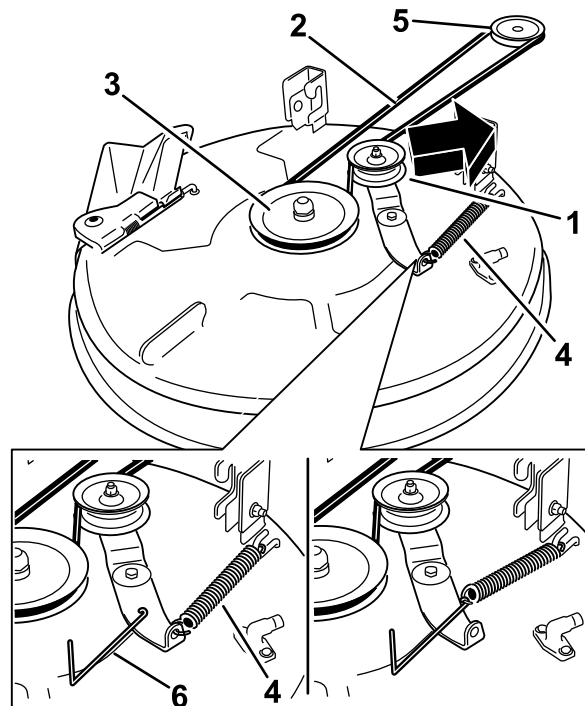
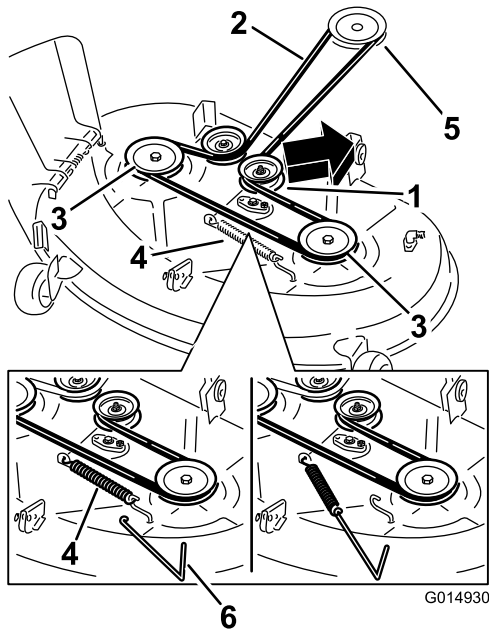

Figure 71
Figure 72
6. À l'aide d'un outil de dépose de ressort (réf. Toro 92-5771), décrochez le ressort du crochet sur le plateau pour détendre la poulie de tension et déchaussez la courroie des poulies (Figure 71 et Figure 72).
- Acheminez la courroie neuve autour des poulies du moteur et du plateau de coupe (Figure 71 et Figure 72).
- À l'aide d'un outil de dépose de ressort (réf. Toro 92-5771), accrochez le ressort à l'ergot sur le plateau de coupe pour tendre la poulie de tension et la courroie de plateau de coupe (Figure 71 et Figure 72).